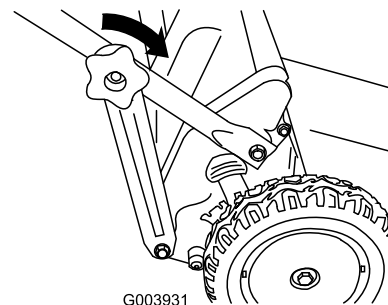

Figura 19
3. Montate le manopole della sezione inferiore della stegola e serratele a fondo, a mano (Figura 19).